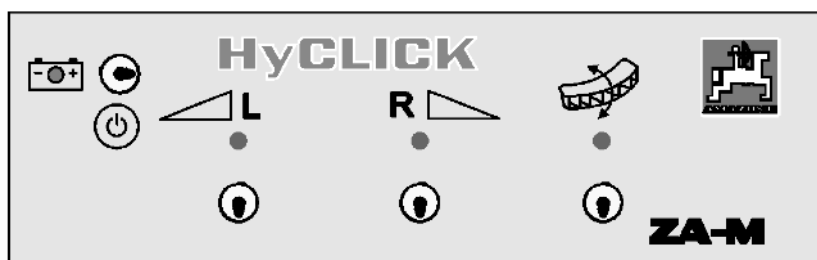

Bild 34
5. Styrbara bromsrullar (Bild 34) fram
- o montera och fixera med låssprint (Bild 34/1),